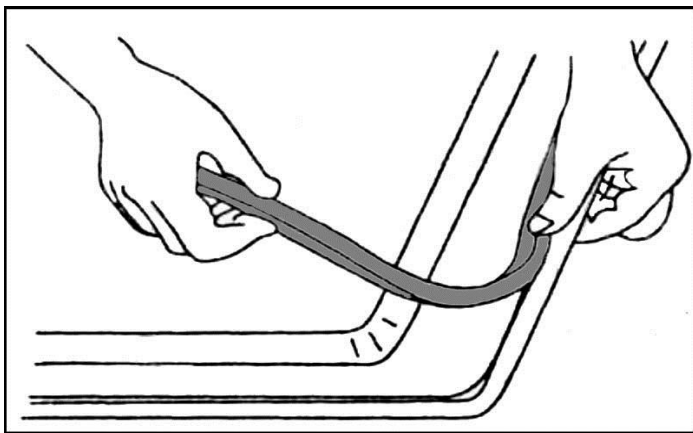

Figure 10
3) Avant d'insérer le comptoir dans l'ouverture du comptoir, enlevez les grilles et les chapeaux des brûleurs, retournez à l'envers la table de cuisson et placez le joint en mousse spéciale autour du bord inférieur de la table de cuisson (voir Figure 10). Il est important de fixer uniformément ce joint, sans écart ou chevauchement, afin de prévenir tout liquide de s'infiltrer sous la table de cuisson.